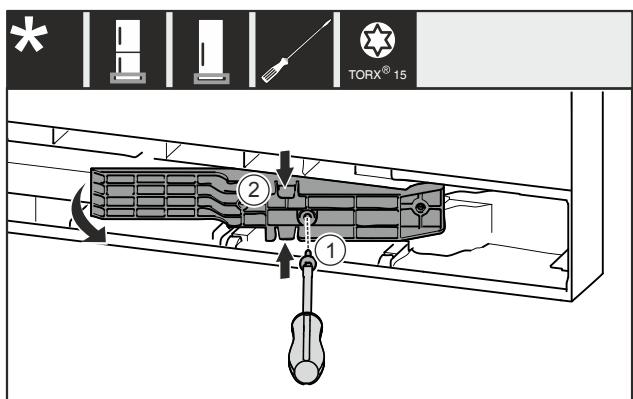

Fig. 20 *
- Odstraňte šroub Fig. 20 (1).*
- Adaptér Fig. 20 (2) nahore a dole mírně stlačte k sobě a vytáhněte.*